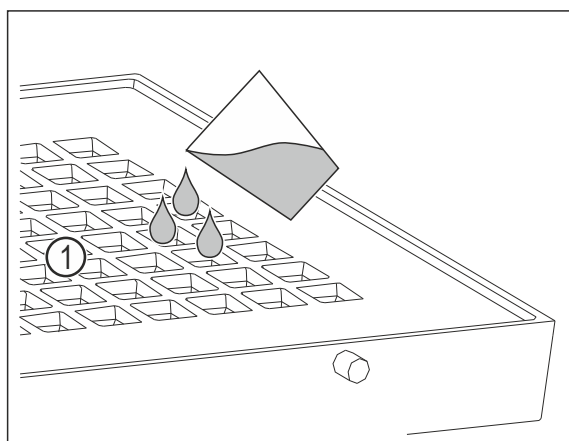

Fig. 109
- Maximal 400 ml Wasser über die Löcher Fig. 109 (1) in der Abdeckung einfüllen.